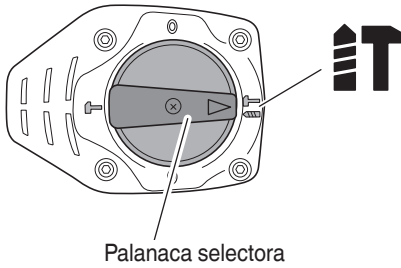

Fig. 7
- (1) Cambio a “rotación + martilleo”
- (b) Alinee las marcas ▲ de la palanca selectora y  de la tapa de la manivela como se ilustra en la Fig. 7.